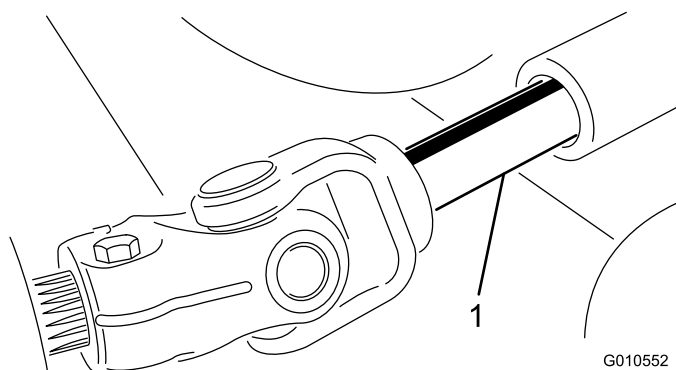

Figure 22
- Éloignez le plateau de coupe de la machine, en séparant les parties mâle et femelle de l'arbre de PDF (Figure 22).
- Insérez l'arbre de PDF mâle dans l'arbre de PDF femelle (Figure 22).